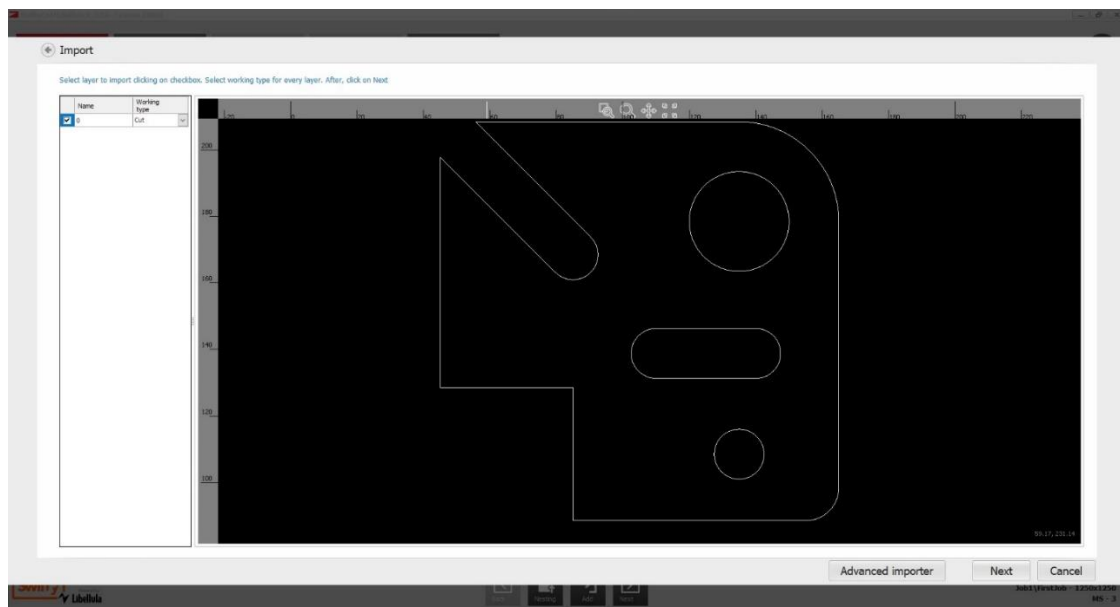

Fig 49 Menu des types de tâches
4. Si le fichier de dessin contient plusieurs calques, ils peuvent être sélectionnés ou désélectionnés pour l'importation (Fig 49).